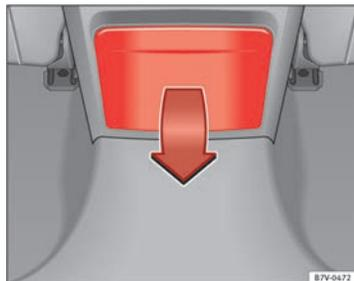

Fig. 117 Parte posterior de la consola central: desplegar los portabebidas.
- Para *abrir*, desplegar hacia abajo el portabebidas, en el sentido que indica la flecha → fig. 117.